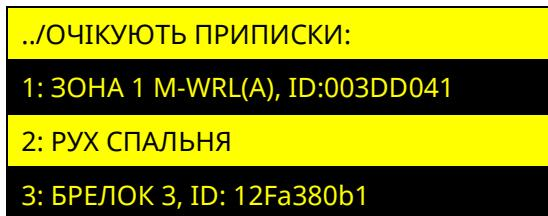

Рисунок 4.14 – Вікно відображення елементів, які очікують приписки
В пункті «ПРИПИСКА» розділу «БЕЗПРОВІДНІ КОМПОНЕНТИ», відображається список зон модуля M-WRL(A) до яких не приписані безпровідні сповіщувачі а також брелки, до яких не приписані SpaceControl (рисунок 4.14).